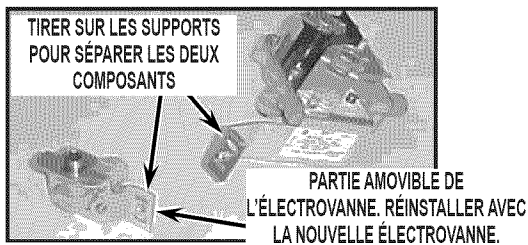

FIGURE 2 : SÉPARATION DE LA PARTIE AMOVIBLE DE L'ÉLECTROVANNE.
5. Préparer la nouvelle électrovanne : séparer la partie amovible du corps de l'électrovanne d'origine. La partie amovible s'enlève en la tirant du corps de l'électrovanne. Voir Figure 2.